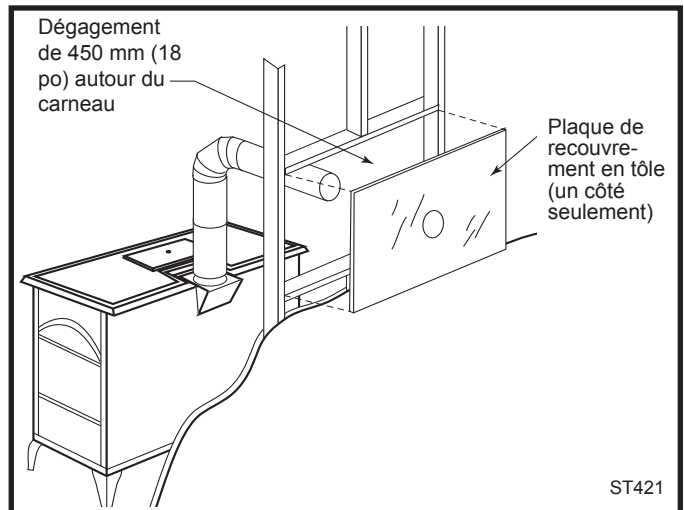

Fig. 11 Passe-mur creux.
**Au Canada :** L'Association canadienne de normalisation a établi différents principes directeurs. La figure 11 montre une méthode par laquelle tout matériau combustible d'un mur est découpé pour créer le dégagement prescrit de 450 mm (18 po) autour du carneau. L'espace qui en résulte doit rester vide.